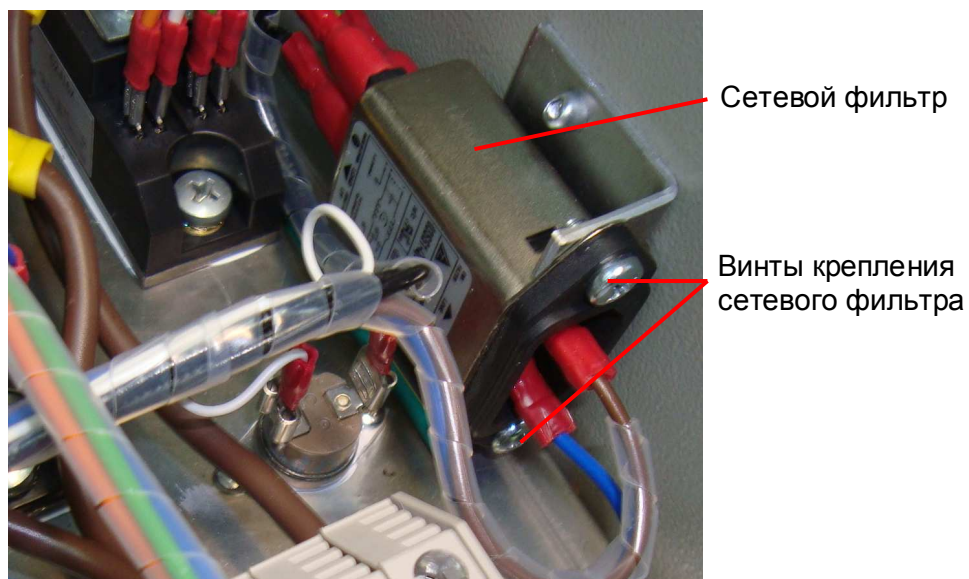

Рис. 6.8 Демонтаж сетевого фильтра.
- 6.7.2. Отвернуть два винта крепления сетевого фильтра и демонтировать его (рис. 6.8).